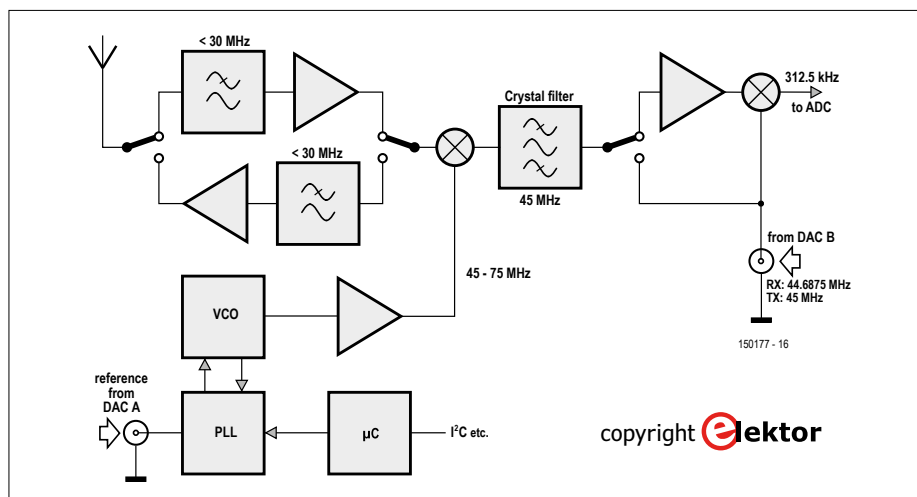

Figure 3. Synoptique d'une carte radio supplémentaire.
Pour la réception des OC, on peut se construire une radio simple comme à la **figure 3**. On fait passer le signal d'antenne par un filtre passe-bas avant de l'amplifier. En le mélangeant avec le signal d'un oscillateur local (LO) issu du CN/A A, on convertit vers 45 MHz, la fréquence voulue, puis on l'envoie à un filtre à quartz. On amplifie le signal à fréquence intermédiaire (IF) avant de l'appliquer à un second mélangeur qui le convertit vers une nouvelle FI centrée sur 312,5 kHz (nous y reviendrons) à l'aide d'un second oscillateur local fourni par le CN/A B. Le second signal FI est alors numérisé par le CA/N et transmis au FPGA où il sera traité et finalement démodulé dans la gamme audio.